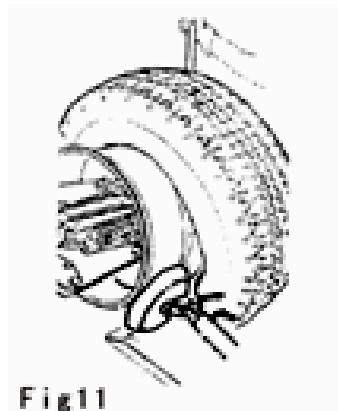

Fig 11
(7) Вращайте колесо против часовой стрелки, чтобы полностью снять внешний борт шины с колеса (рис. 11).